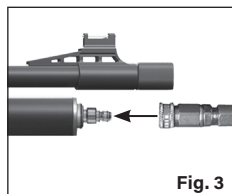

Fig. 3
3. Tilslut hurtigudkoblingen fra dit påfyldningsudstyr til påfyldningsniplens på geværet (Fig. 3).